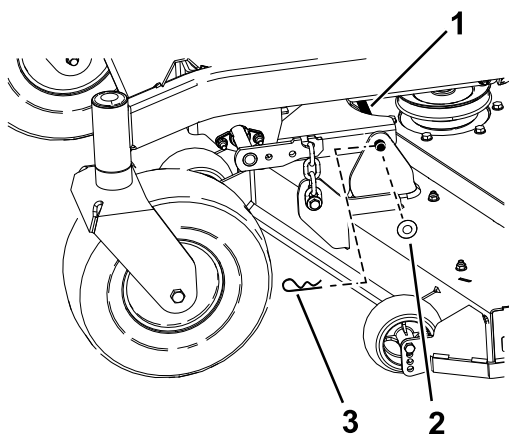

Figura 76
6. Îndepărtați tiftul în formă de agrafă și piulia care fixează bolul de articulație pe cadru și punte și îndepărtați bara articulată (Figura 76).
9. Fixai bolul de articulaie cu tifturile în formă de agrafă i piuliele îndepărtate anterior (Figura 76).